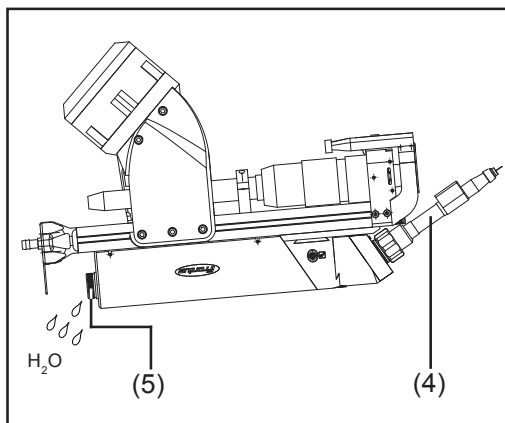

Abb.48 Neigung des LH-Kopfes beim Austausch des LH-Schlauchpaketes
**Hinweis!** Beim Austausch des LH-Schlauchpaketes, den LaserHybrid-Kopf gemäß Abb.48 neigen,
- sodass sich der Brenner (4) oberhalb des Anschlusses (5) für das LH-Schlauchpaket befindet.